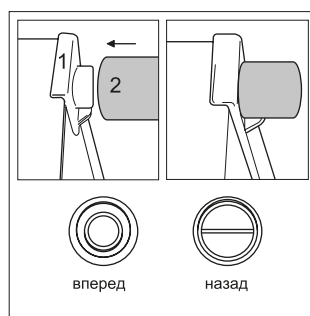

Рис. 1. Установка ограничительных упоров
- Установите ограничительные упоры в верхние углы задней стенки холодильника, как показано на рис. 1. Упоры поставляются в комплекте холодильника.